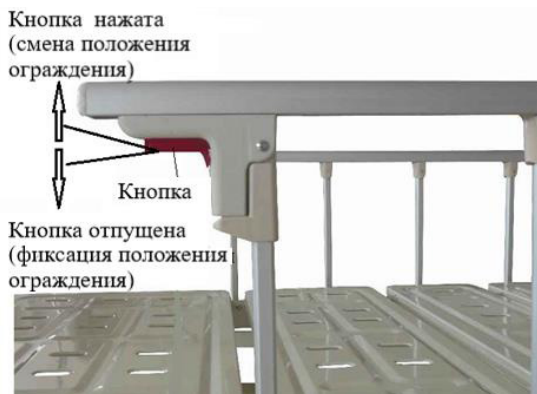

Рис. 6. Установка положения бокового ограждения
3.7. Кровать с боковых сторон оснащена складывающимися боковыми ограждениями. Положения (рабочее и сложенное) фиксируются кнопкой, расположенной на конце верхней планки ограждения. Перевод ограждения из одного положения в другое, осуществляется нажатием кнопки. После освобождения кнопки положение ограждения фиксируется (см. Рис.6).